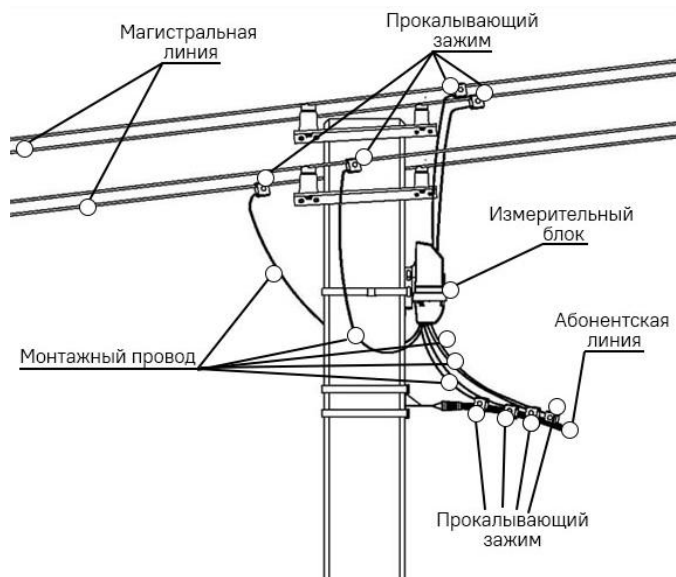

Рисунок 10 – Подключение блока измерительного счетчика НАРТИС-И300-SP31 на опоре воздушной линии электропередач
4.10 Вставить провода в прокалывающие зажимы и подключить к магистральной и абонентской линиям (рисунок 10).